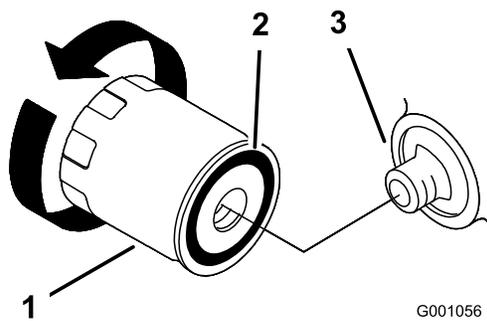

Bild 18
2. Entfernen Sie den Altfilter und wischen die Dichtfläche am Anbaustutzen (Bild 18) ab.
3. Ölen Sie die Gummidichtung am Ersatzfilter leicht mit Frischöl ein (Bild 18).
4. Montieren Sie den Ersatzölfilter am Filterstutzen. Drehen Sie den Ölfilter nach rechts, bis die Gummidichtung den Filterstutzen berührt. Ziehen Sie den Filter dann um eine weitere 2/3 oder ganze Drehung fest (Bild 18).